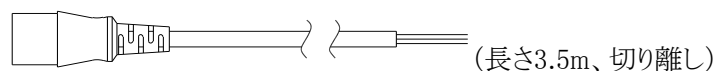

図7-8 AC電源コード200V
6. 200V系をご使用になる場合は、オプションのAC電源コード200V(図7-8:0311-5112)をご使用ください。